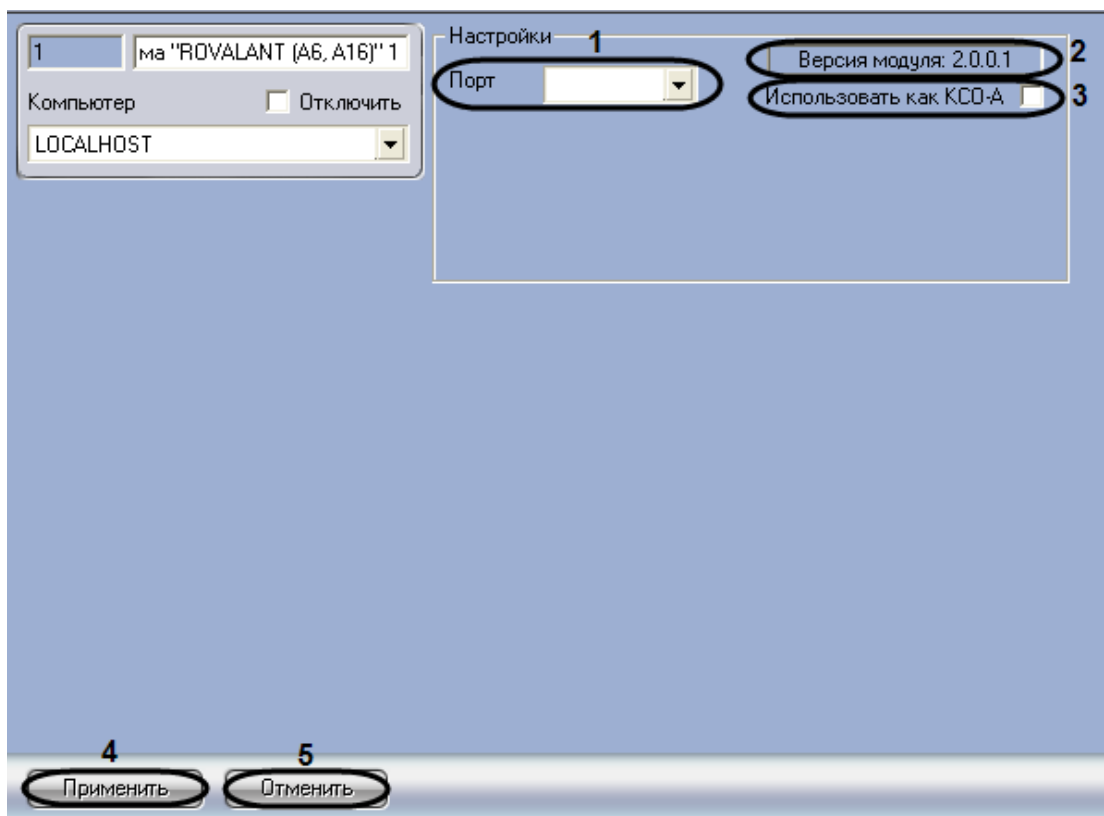

Рис. 3.2—2 Панель настроек объекта Система “ROVALANT (A6, A16)”
2. Из раскрывающегося списка **Порт** выбрать COM-порт, через который система *Rovalant (A6, A16)* подключается к Серверу (см. Рис. 3.2—2, 1).
Примечание. В поле **Версия модуля**: отображается текущая версия модуля интеграции *Rovalant (A6, A16)* (см. Рис. 3.2—2, 2).